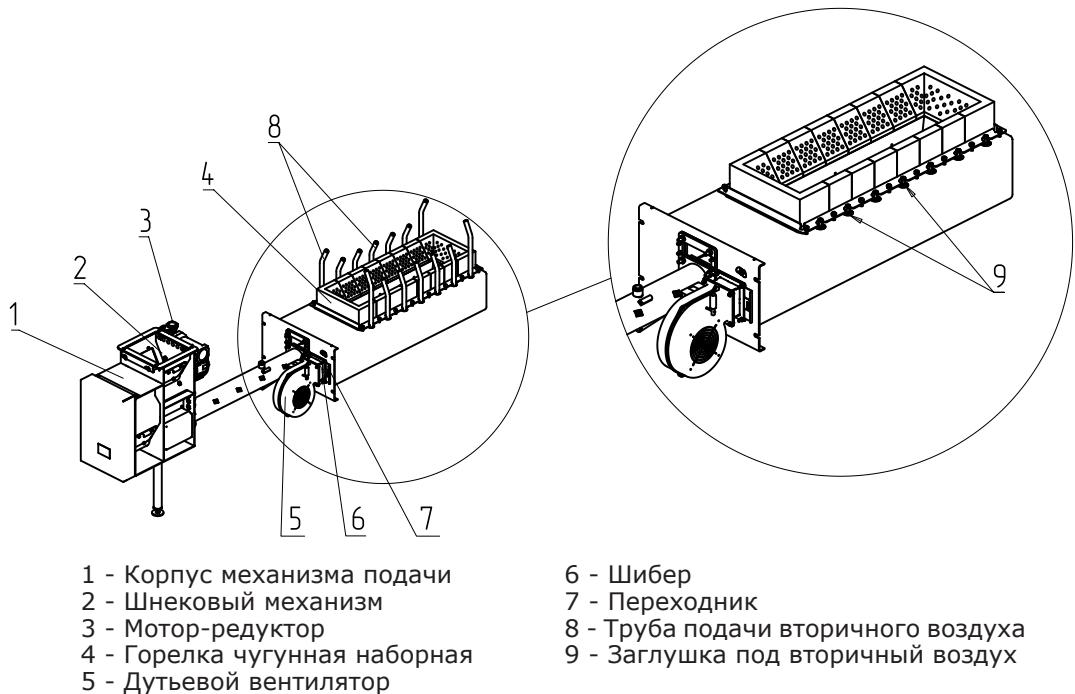

Рис.6 Механизм подачи топлива с горелкой котла
5.6.7. Горелка с механизмом подачи (Рис.6) служит для автоматической подачи и горения топлива в топке котла. Топливо из бункера шнековым механизмом (Рис.6 поз.2), приводимым в действие от червячного мотор-редуктора (Рис.6 поз.3), подаются в чашу чугунной горелки (Рис.6 поз.4).
Для сгорания топлива, в зону горения через отверстия в горелке подается воздух при помощи дутьевого вентилятора (Рис.6 поз.5). В механизме подачи с двумя шнеками при использовании в качестве топлива пеллет необходимо установить трубы подачи вторичного воздуха (Рис.6 поз.8), при использовании в качестве топлива угля вставить вместо трубок подачи вторичного воздуха заглушки (Рис.6 поз.9).